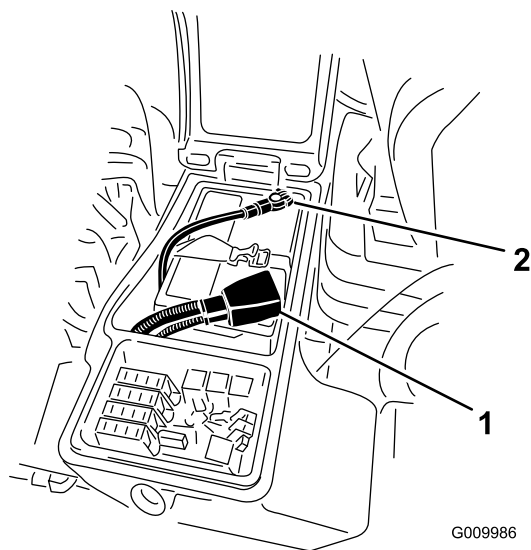

图 57
3. 从负极 (-) 电池端子取下负极接线黑色从正极 (+) 电池端子取下正极接线红色图 57。
6. 将正极红色接线连接到正极 (+) 电池端子负极黑色接线连接到负极 (-) 电池端子 (图 57)。